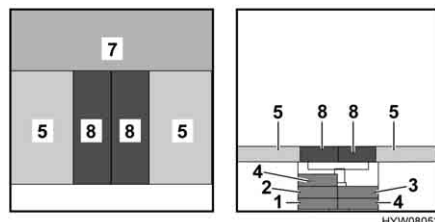

Fig. 56 Dopo la trasformazione
- Posizionare entrambi i cuscini aggiuntivi (Fig. 56,8) tra i cuscini del divano.